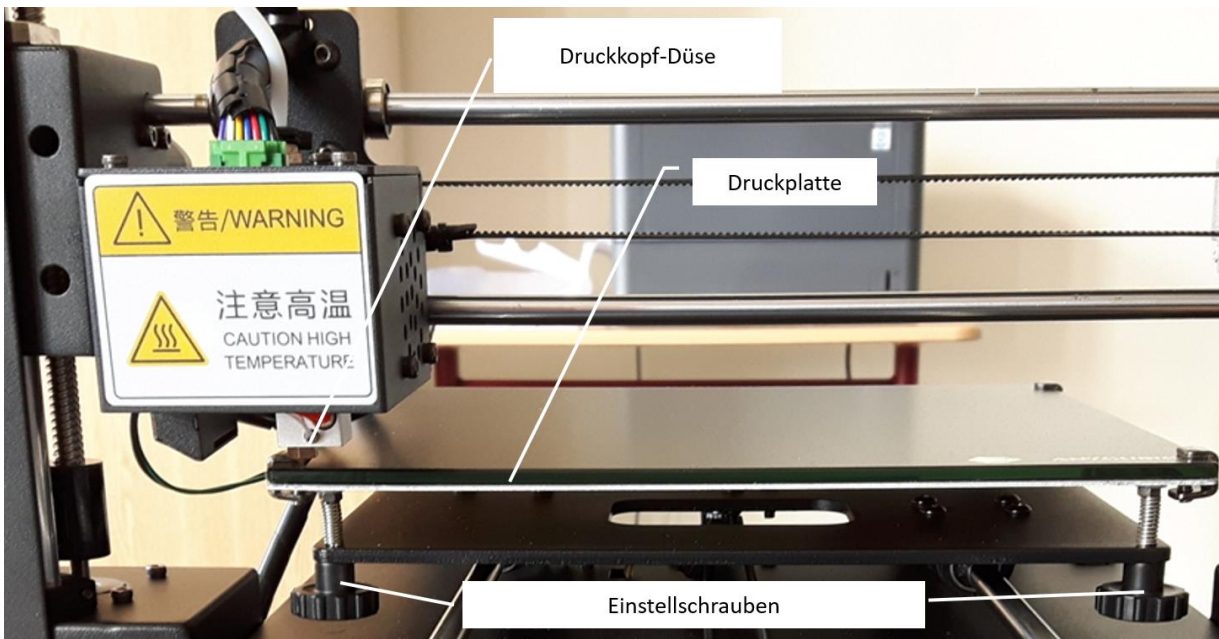

Abbildung 10: Übersicht Einstellschrauben, Abstand der Druckkopf-Düse zur Druckplatte.
**Zu Punkt 4:** Abschließend erfolgte der schwierigste Teil, denn an allen vier Ecken der Druckplatte waren Einstellschrauben angebracht. Diese mussten nun so eingestellt werden, dass zwischen der Druckplatte und der Druckkopf-Düse nur noch ein mitgeliefertes Blattpapier dazwischen passte (an jeder Position der Druckplatte musste der Abstand gleich sein). Bei der Feinjustierung verbrachten wir gut drei Schulstunden à 45 Minuten, um ein befriedigendes Ergebnis zu erzielen (Abbildung 10 siehe Anhang). Beim Justieren mussten wir über das Display jeweils immer den Motor ausstellen, damit wir den Druckkopf bewegen konnten.